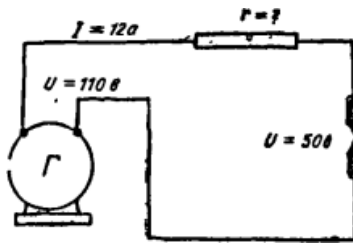

Рис. 9. Схема електричного ланцюга
2. Визначити величину додаткового опору до дугової лампи кіноапарата, яка потребує напруги 50 В і струму 12 Аа (рис. 9).